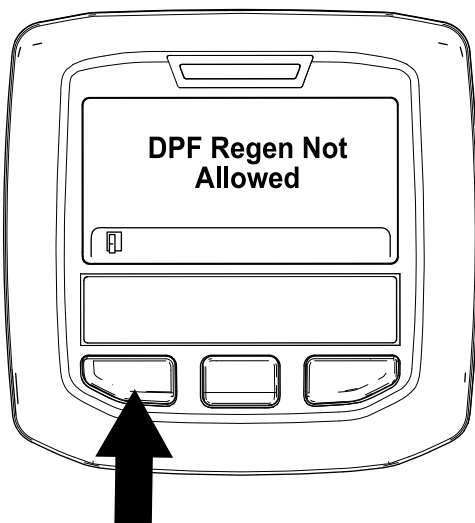

Figura 45
- Si el ordenador del motor no permite el proceso de regeneración, aparece el mensaje “DPF Regen Not Allowed” (Regeneración de DPF no permitida) en el InfoCenter (Figura 45). Pulse el botón de la izquierda para salir a la pantalla de inicio.